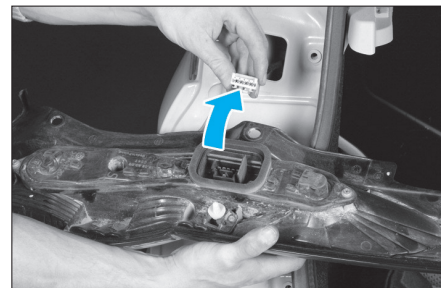

FIG. 89
- Débrancher le connecteur d'alimentation du feu arrière (Fig.89).